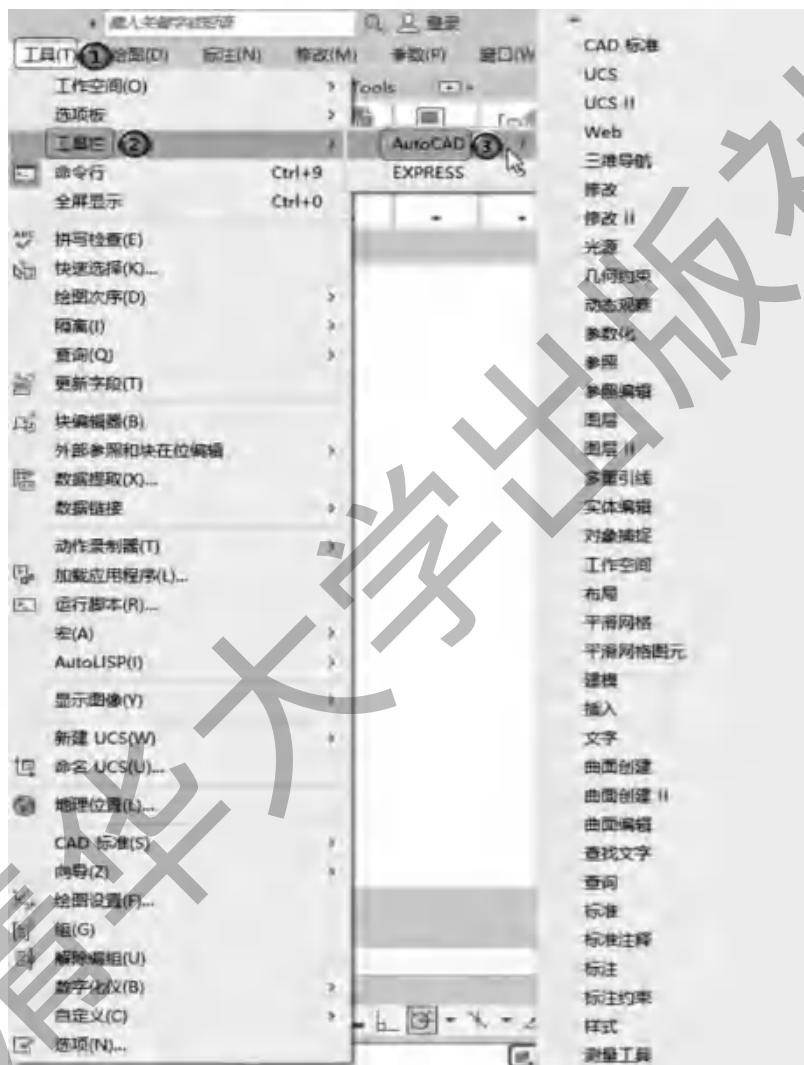

图 1-11 调出工具栏
选择菜单栏中的①“工具”→②“工具栏”→③ AutoCAD 命令，调出所需要的工具栏，如图 1-11 所示。单击某个未在界面显示的工具栏名，系统自动在界面中打开该工具栏；反之，则关闭该工具栏。工具栏是一组图标型工具的集合，把光标移动到某个图标，稍停片刻即在该图标一侧显示相应的工具提示，同时在状态栏中显示对应的说明和命令名。此时，单击图标即可启动相应命令。